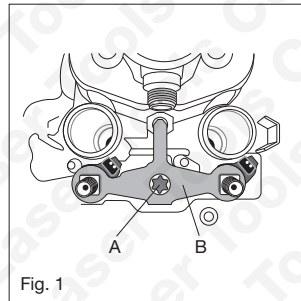

Fig. 1
1. Zie afbeelding 1: Maak eerst stelbout **A** los.